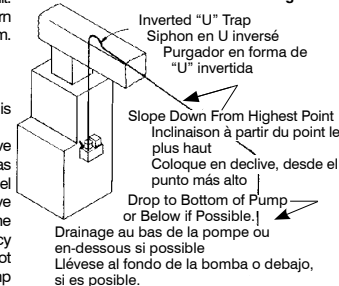

Fig. 3
2. La tubería de descarga debe ser una tubería flexible o tubos de un diámetro interno máximo de 3/18 de pulgada, para evitar un reflujo excesivo a la unidad. Desde la unidad de agua de condensación, extienda la tubería directamente hacia arriba, a la altura que sea necesaria. No tienda esta tubería por encima de la cabeza/GPH del modelo específico que se esté instalando. Desde esta altura, coloque la tubería de descarga en declive ligero, hasta un punto por encima del área de drenaje. Luego, vuélvala hacia abajo y tiéndala hasta un punto que se encuentre aproximadamente al mismo nivel del fondo de la unidad de agua de condensación o por debajo de éste. Esto producirá un efecto de sifón, que incrementará la eficiencia de la unidad de agua de condensación, y en la mayoría de los casos eliminará la necesidad de una válvula de retención. Si no es posible colocar en declive la tubería de descarga, haga un purgador en forma de "U" invertida, directamente sobre la bomba, en el punto más alto (Fig. 3).
2. The outlet piping should be flexible tubing or pipe (3/8" I.D. maximum to prevent excessive flow back to unit). From condensate unit, extend discharge piping straight up as high as necessary (Fig. 3). Do not extend this line above the head/GPH of the particular model being installed. From this high point, slope discharge line down slightly to a point above drain area; then turn down and extend to a point below or approximately level with the bottom of the condensate unit. This will give a syphoning effect which will improve efficiency of the condensate unit and will, in most cases, eliminate the need for a check valve. If it is not possible to slope discharge line down, make an inverted "U" trap directly above the pump at the highest point.
2. Le tuyau d'admission sera un tube souple (L.O. de 3/8 po maximum pour éviter le refoulement vers l'appareil). À partir de l'unité d'extraction, étirer verticalement le tuyau d'écoulement jusqu'à la bonne hauteur. Ne pas l'étirer au dessus de la tête/GPH du modèle installé. De ce point haut, incliner légèrement le tuyau d'écoulement vers un point situé au-dessus de lieu d'écoulement; rabattre et étirer jusqu'à un point situé en-dessous ou à peu près au même niveau que le bas du système de condensation ce qui donnera un effet de siphon qui en augmentera l'efficacité et éliminera pratiquement l'installation d'une soupape d'arrêt. S'il n'est pas possible d'incliner le tuyau d'écoulement, faire un branchement en U inversé, à un point situé le plus haut au-dessus de la pompe (Fig. 3).